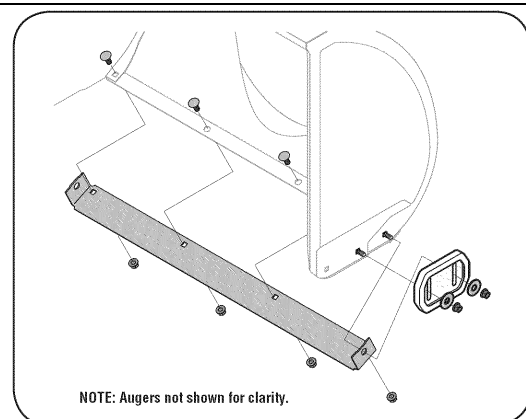

Рис. 20
2. Установите новые лыжи с помощью четырех болтов (по два на каждой стороне), шайб и шестигранных фланцевых гаек (См. Рис. 20).
2. Установите новый нож таким образом, чтобы головки болтов были направлены внутрь рамы. Затяните болты. (См. Рис. 20).